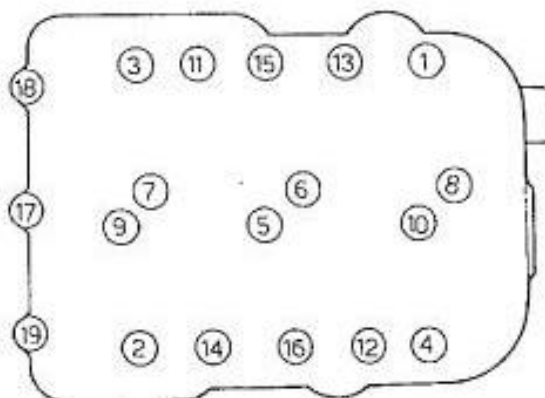

Fig. 8. - Ordre de serrage de la culasse.
- Serrer toutes les vis de fixation de la culasse au couple dynamométrique de 3,2 m.kg pour les vis normales et de 2 à 2,3 m.kg pour les vis type FIAT, en suivant l'ordre donné par la fig. 8.